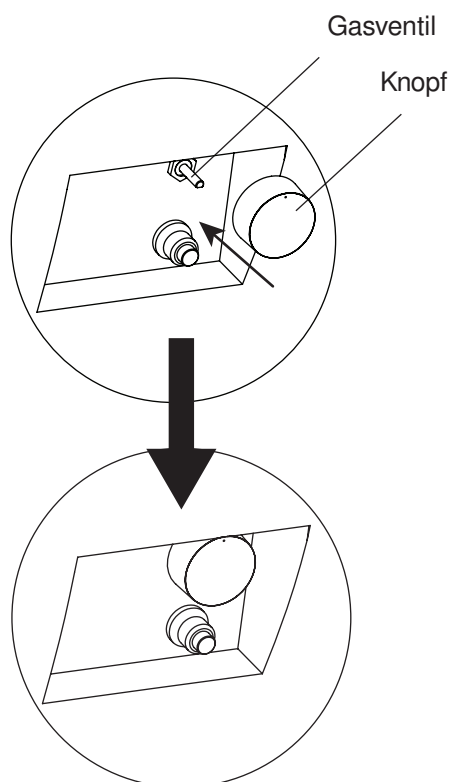

Figure 15
16. Richten Sie den Ventilschaft aus und stecken Sie ihn fest in den Drehkopf (siehe Figure 15).